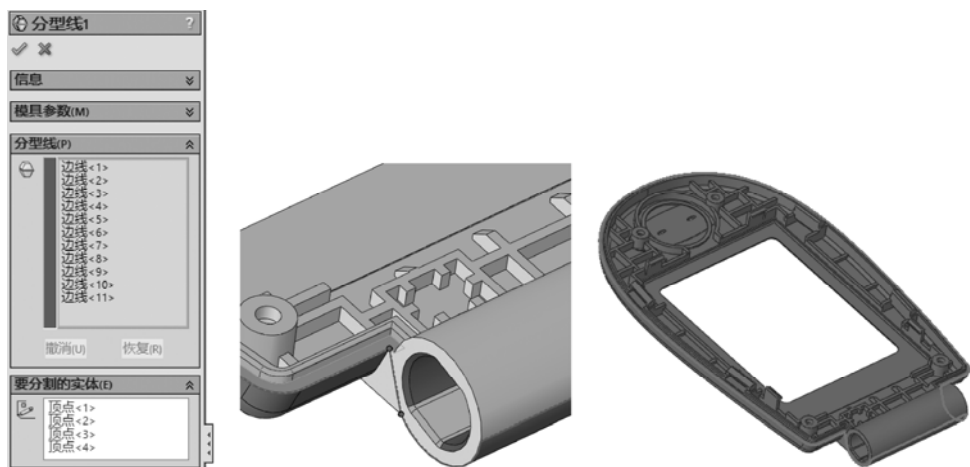

图 5-56 创建分型线操作
STEP 2 单击“模具工具”工具条的“分型线”按钮，选择“前视基准面”作为参照面，顺次选择手机壳最外侧的边线，并在两端前部转轴竖面处，使用“要分割的实体”选择顶点，创建分型线，如图 5-56 所示。